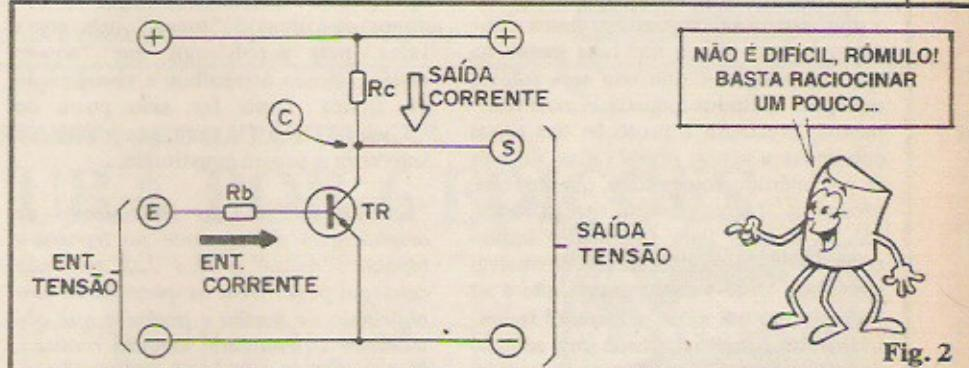

Fig. 2
Conforme foi explicado na 1^a "Aula" do ABC, Rômulo, as grandezas elétricas (Tensão, Corrente, Resistência, Potência...) são interdependentes num circuito ou componente. Observe o esquemina da fig. 2... uma determinada TENSÃO (maior do que o "degrau" de condução no diodo base/emissor do TR...) na Entrada E, determina, sobre a resistência de base R_b uma pequena CORRENTE (que podemos chamar de "Entrada"...). A partir do **ganho** (fator de amplificação do transístor TR) que vamos situar - como exemplo - em "10", podemos obter, no **coletor** do dito transístor, uma CORRENTE 10 vezes maior. Essa CORRENTE, contudo, pode (e deve...) ser limitada pelo valor ôhmico do próprio resistor/carga de coletor (R_c) de modo que o parâmetro I_c (max) de TR não seja "estourado". Lembremos, agora, que o percurso coletor/emissor de um transístor bipolar comum pode ser considerado como um "caminho" puramente resistivo entre a linha do positivo e do negativo da alimentação geral. Assim, se o dito TR conduz **mais** CORRENTE, é sinal de que ficou "menos resistivo", ou seja: a TENSÃO no seu **coletor** (ponto "C") **caiu**... Dá pra notar, então que (dentro da chamada curva de funcionamento do TR...) um **aumento** da tensão no ponto "E" gera uma dimi-
- FIG. 2-A Podemos, com toda facilidade, "multiplicar" o valor intrínseco do "degrau" de tensão do diodo comum (dentro do "truque" de fazê-lo atuar como um zener...), simplesmente "empilhando" vários componentes...! Conforme sugere os diagramas da figura, se "empilharmos" dois diodos, ambos no sentido direto de polarização, teremos uma queda de tensão de aproximadamente 1,2V (ou seja: um "zener" de 1,2V...). Prosseguindo na idéia, se a "fila" for composta por 3
- FIG. 2-B - Transformando o "truque" numa aplicação real... Se determinado circuito ou aplicação exigir estabilização e regulação de tensão, na casa de 1,2V (e isso não é tão difícil de acontecer, uma vez que mais e mais micro-circuitos, super-portáteis, trabalham sob alimentação geral de apenas uma pilhinha tipo "botão", cuja tensão nominal situa-se entre 1,35V e 1,55V, deduzindo-se daí que o circuito precisa, na realidade, de uma tensão estável **menor** do que tais valores...), podemos improvisar tranquilamente o "nossa zener", empilhando dois diodos comuns de silício (tipo 1N4148, por exemplo...), polarizando-os no sentido direto e protegendo o conjunto a partir de um resistor cujo valor será calculado "igualzinho" faríamos no caso de um zener "mesmo"! No caso/exemplo, os 1,2V regulados teriam que se manifestar, na Saída (Vs), num nível de corrente de 5 milíampéres (0,005A). Obtivemos, com as fórmulas já explicadas na parte Teórica da presente "Aula", o valor de 360R para o tal resistor... Os "Alunos" mais desconfiados podem conferir os cálculos e verificar a sua exatidão... Notem ainda que os próprios limites de cor-
rente dos diodos 1N4148 não são (muito pelo contrário...) ultrapassados ou "forçados", com o que podemos esperar do arranjo um funcionamento bastante confiável, mesmo em aplicações relativamente rígidas... Querem um exemplo mais "palpável"...? Então vamos lá: tem esses "chaveirinhos" musicais ou que fazem "mil" sons, baseados em micro-chips altamente específicos (e que "lá fora", nas Coréias e Taiwans da vida, são produzidos por alguns centavos a unidade...). Então o Leitor/"Aluno" fuçador desmonta um desses bichinhos e resolve adaptá-lo para outro uso, pretendendo alimentar o chip com um par de pilhas pequenas ou mesmo com uma mini-fonte ligada à C.A. Supondo que a dita "tranqueirinha", originalmente, era alimentada por uma única pilha "botão", a exata solução mostrada na fig. 2-B "caia como uma luva"...! Experimentando a idéia básica com 2 ou com 3 diodos (gerando então 1,2 ou 1,8V regulados...), com certeza será possível (de forma segura e econômica...) estruturar uma alimentação externa para o tal micro-chip! (Voltaremos a falar sobre improvisações desse gênero, em futuro próximo...).
te", em alguns casos...) na função "zener", igualzinho fizemos com os diodos! Da mesma forma que explicamos para o "truque" com os diodos comuns, o LED "zener" deve ficar **diretamente polarizado**, e a sua intrínseca queda de tensão (diferença de potencial natural, a ser "vencida" na junção...) estabelece o referencial regulado de tensão para a Saída do arranjo! Os cálculos **continuam** a ser feitos da mesma maneira que realizariam para zeners "verdeiros", levando-se em conta os limites de corrente naturais do LED e - principalmente - lembrando que o "degrau" de tensão inerente é maior do que o encontrado nas junções de diodos comuns (ver "Aula" nº 5 do ABC...). Por exemplo: num LED vermelho, a queda na tensão direta é de aproximadamente 1,8V (entre 1,7 e 2,0V, tipicamente...). O arranjo pode, então ser utilizado, com quase exata igualdade de condições e parâmetros, no lugar do "outro truque", sugerido no terceiro diagrama da fig. 2-A... Verifiquem! No lugar dos 3 diodos comuns "empilhados", um único LED "fará" os 1,8V que esperamos ver regulados na Saída Vs...